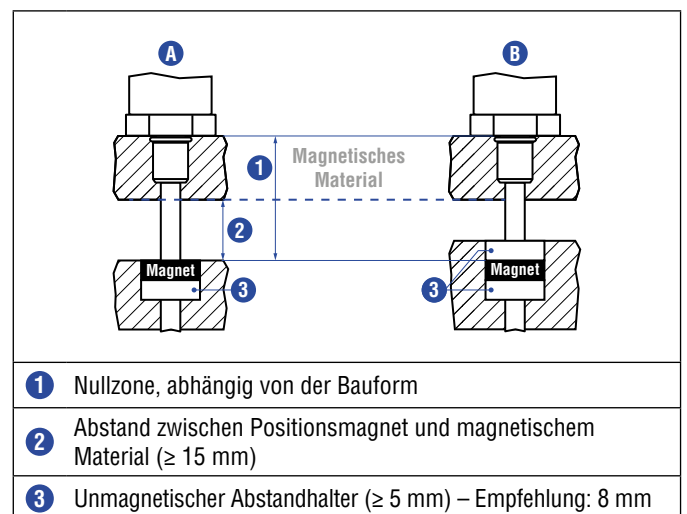

Abb. 48: Einbau mit magnetischem Material
- Der minimale Abstand zwischen Positionsmagnet und magnetischem Material beträgt 15 mm (Abb. 48)
- Beachten Sie die Maße in Abb. 48 bei der Nutzung von magnetischem Material
Bei der Verwendung von magnetischem Material die in Abb. 48 dargestellten Maße unbedingt beachten.